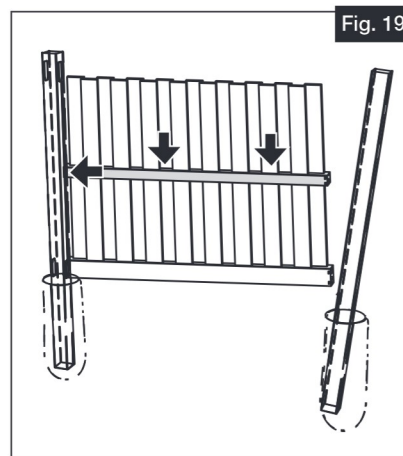

Fig. 19
- a. Insertar el travesaño intermedio en los orificios ranurados del poste intermedio del primer poste únicamente (Fig. 19).